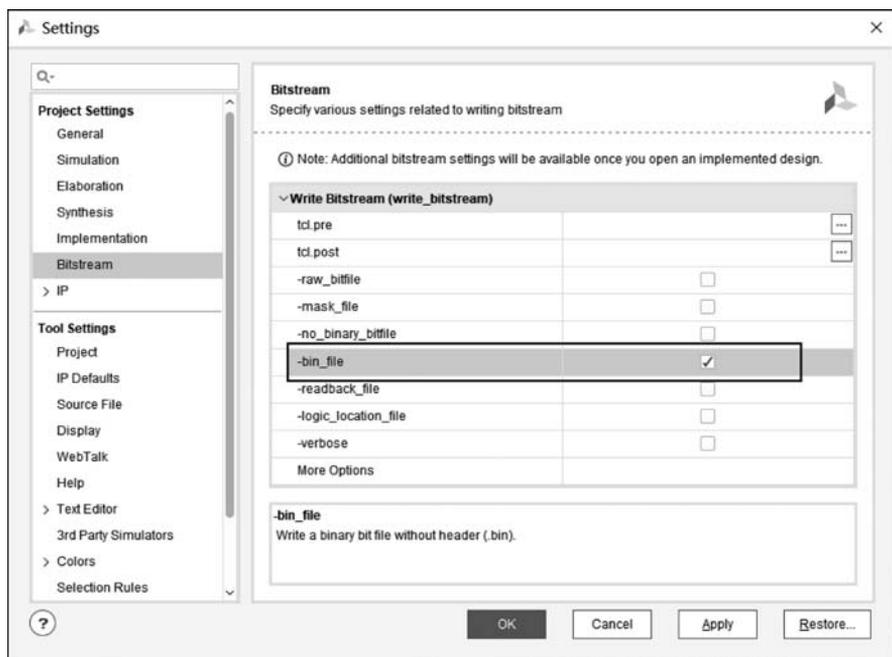

图 3.29 勾选\_bin\_file
(1) 生成烧录至 Flash 中的 .bin 文件,选择菜单 Tools 中的 Settings 命令,在弹出的 Settings 对话框(如图 3.29 所示)中选择 Bitstream,在右边勾选 -bin\_file,单击 OK 按钮。